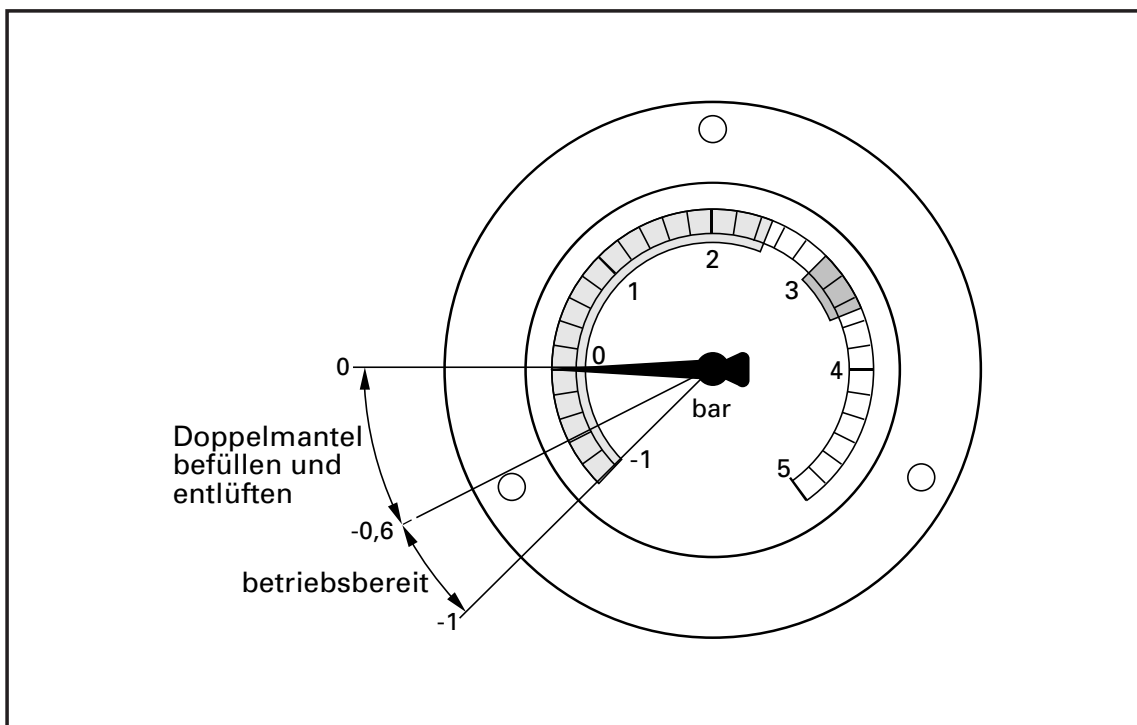

Bild 65 Manometer, Doppelmantel
- (8) Doppelmantel am Manometer auf Unterdruck prüfen (Bild 65).